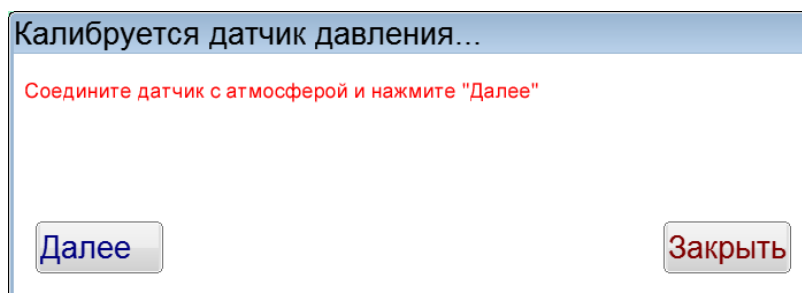

Рисунок 27 – Первая точка калибровки датчика давления
5.8.6 Нажать кнопку **[Калибровать]**, откроется окно «Калибруется датчик давления», в котором будет предложено соединить датчик давления с атмосферой (первая точка калибровки – рисунок 27).